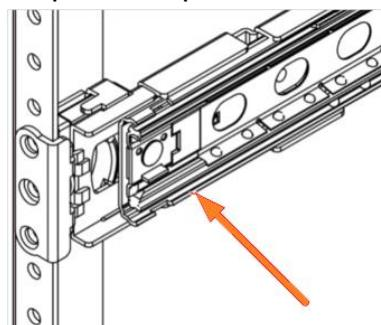

Рисунок 85 - Собранный передний кронштейн
- 4) Нажать на собранный передний кронштейн на стойке (см. Рисунок 85).